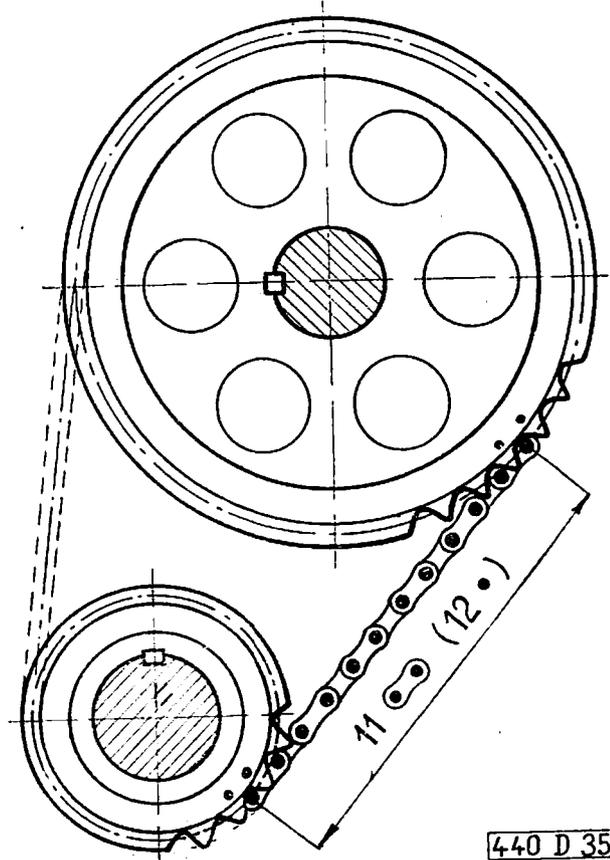

Abb. 27. Einstellung der Pleuellagertrieb-Kettenzahnäder
13. An beiden Kettenrädern wird die Kette derart aufgelegt, daß zwischen den Kennzeichnungen an den Kettenradzähnen 11 Kettenglieder, bzw. 12 Kettenbolzen vorhanden sind (siehe Abb. 27).